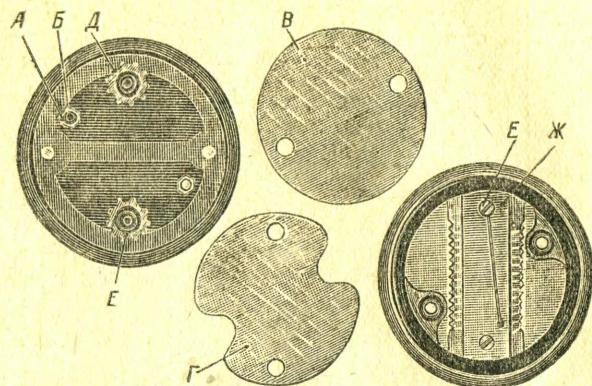

Рис. 4. Двухконтактный электрообогреватель
Бортовые авиачасы представляют собой механизм типа карманных часов 15-камневых, смонтированных в бакелитовом корпусе. На внутренней стороне крышки корпуса смонтирован электрообогреватель (рис. 4, 5), позволяющий часам бесперебойно работать при низких температурах до -60°C .
а) Двухконтактный электрообогреватель (старой конструкции, рис. 4) является съемным и рассчитан для включения в сеть самолета напряжением тока 12 или 24 V. На крышке двухконтактного электрообогревателя обозначено напряжение (12 или 24 V) электрического тока, при котором электрообогреватель должен работать.
ными пластинками Г (рис. 4 и 5); все это соединено контактными винтами и гайками Е, Д (рис. 4 и 5) с покрышкой обогревателя и крышкой корпуса двумя крепежными винтами и гайками А, Б (рис. 4 и 5).
а) Включение двухконтактного обогревателя. Для включения электрообогревателя в работу следует ввести кабельные наконечники между шайбами контактных винтов и закрепить их изолированной гайкой Д (рис. 4) от руки, не прибегая к помощи инструментов.
- отвернуть и снять две гайки крепежных винтов А подогревателя (рис. 4 и 5) и отвернуть 2 винта Б (рис. 4 и 5);
- снять покрышку В обогревателя (рис. 4 и 5);
- снять изолированную пластинку Г (рис. 4 и 5);
- отвернуть контактные винты Е (рис. 4 и 5);
- вытолкнуть штифты и снять пластинку Ж подогревателя (рис. 4 и 5).